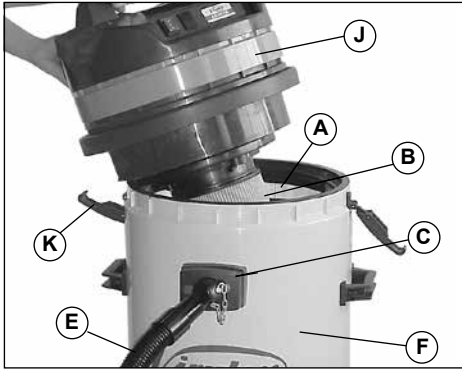

Fig. 1
- Se o filtro A (Fig. 1), está colocado correctamente no interior do aspirador. Se também usa saco de papel comprovar verificar que está bem fixo.
- Se o filtro adicional B (Fig. 1) está colocado correctamente na parte superior do corpo.
- Inserir os filtros A e B (Fig. 1 e 2). Se usar bolsa filtro
- Se usar saco de papel, inserir no deflector do tanque. Juntar a cabeça de aspiração ao tanque. Prender com os fechos K (Fig. 1).
- Ligam a mangueira flexível E à entrada de aspiração C (Fig. 1).
- Retirar os filtros A e B (Fig. 1 e 2).
- Juntar a cabeça de aspiração ao tanque. Prender com os fechos K. (Fig. 1).
- Que o filtro A (Fig. 1), esteja bem introduzido no interior do aspirador. Se também usa saco de papel comprovar verificar que está bem fixo.
- Que o filtro suplementar B (Fig.1) esteja bem introduzido na parte superior do corpo.